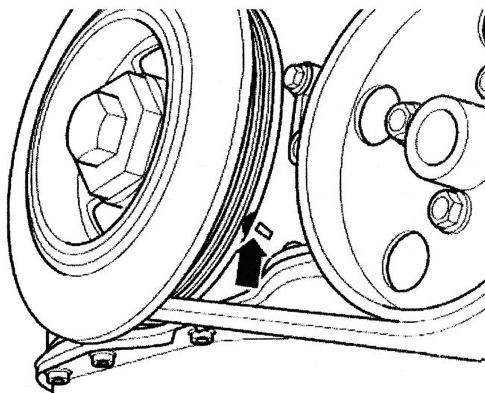
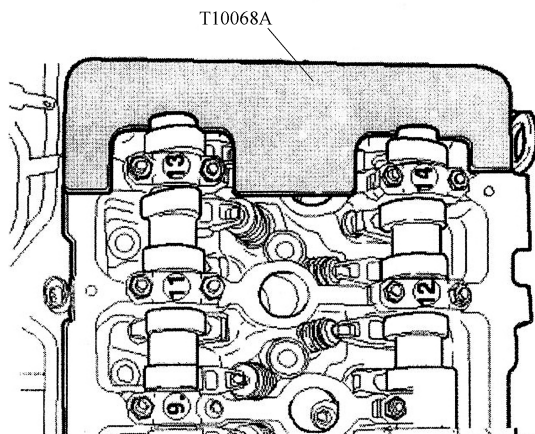

图 1-3 减振轮的标记对准密封法兰上的标记
图 1-4 凸轮轴导板插入轴槽
4) 沿发动机转动方向转动曲轴减振轮, 使曲轴位于上止点位置。减振轮的标记要对准密封法兰上的标记, 参见图 1-3。凸轮轴导板 T10068A 必须能插入两个轴槽内, 参见图 1-4。
1) 检查曲轴是否处于上止点位置，曲轴减振轮和密封法兰的标记必须对齐，见图 1-3。
2) 检查凸轮轴是否处于上止点位置，凸轮轴导板 T10068A 必须能插入两个轴槽内，参见图 1-4。
19) 转动曲轴减振轮螺栓，使曲轴沿发动机转动方向旋转 2 周，位于上止点位置。此时减振轮上的标记与密封法兰上的标记必须对齐，见图 1-3。